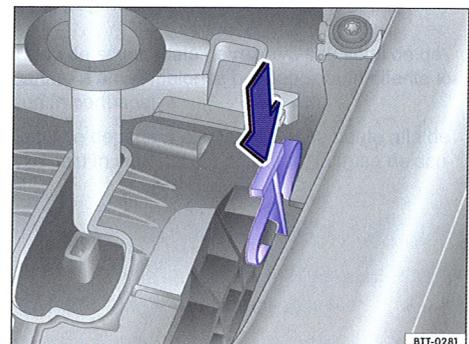

Fig. 220 Demontați capacul culisei de selectare.
- Trageți capacul în sus, în zona manșetei schimbătorului ⇒ fig. 220.
- Apăsați tasta de blocare ⇒ fig. 220 ① din mânerul schimbătorului de viteze și aduceți schimbătorul de viteze în poziția N.